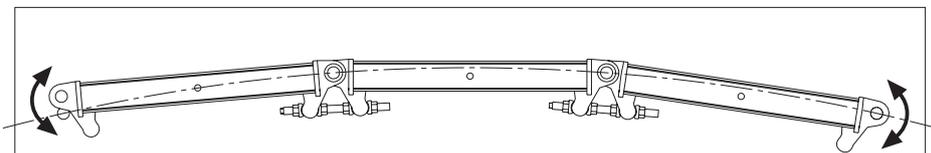

Fig. 3
3. Inserire le viti di posizionamento provviste di dadi M24 e serrare a fondo i due dadi in corrispondenza del corrente centrale. Ora con gli altri due dadi della vite di posizionamento allineare le 2 estremità dei correnti esterni in modo che i fori degli snodi siano in asse con i fori della dima (fig. 3). Serrare i bulloni di collegamento dei correnti delle unità esterne, soggetti a trazione e delle unità interne, soggetti a compressione. Ora è possibile montare le travi.